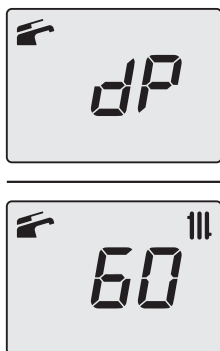

Figura 9.26
- Premendo ulteriormente il tasto 16 (Figura 9.20) è possibile variare nuovamente la potenza in modalità spazzacamino: con visualizzazione sul display LCD delle lettere **dP** che si alternano con il valore di temperatura dell'acqua di riscaldamento (es. **60**), siamo "funzione spazzacamino" alla potenza massima in sanitario" (Figura 9.26);